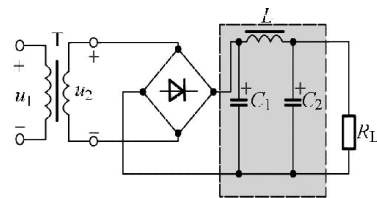

图 3.3.6 Π 型滤波器桥式整流电路
① 电路如图 3.3.6 所示。
② 原理：整流输出的脉动直流经过电容 C_1 滤波后，再经电感 L 和电容 C_2 滤波，使脉动成分大大